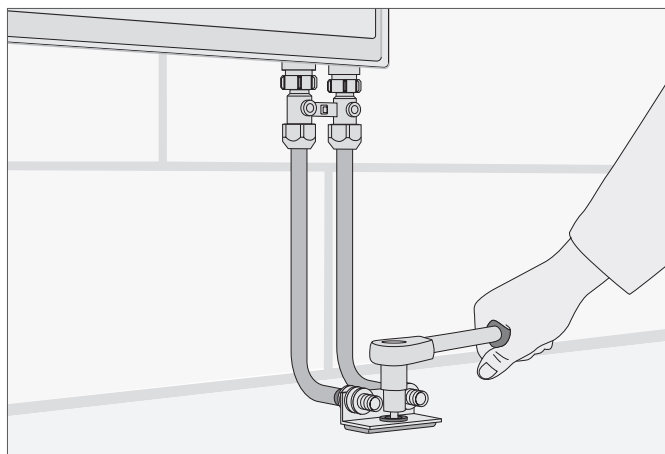

Рис. 15-10 Затянуть фиксирующий уголок
15. Прочно закрепить на полу фиксирующий уголок с помощью прилагаемого комплекта крепежа (см. рис. 15-10).